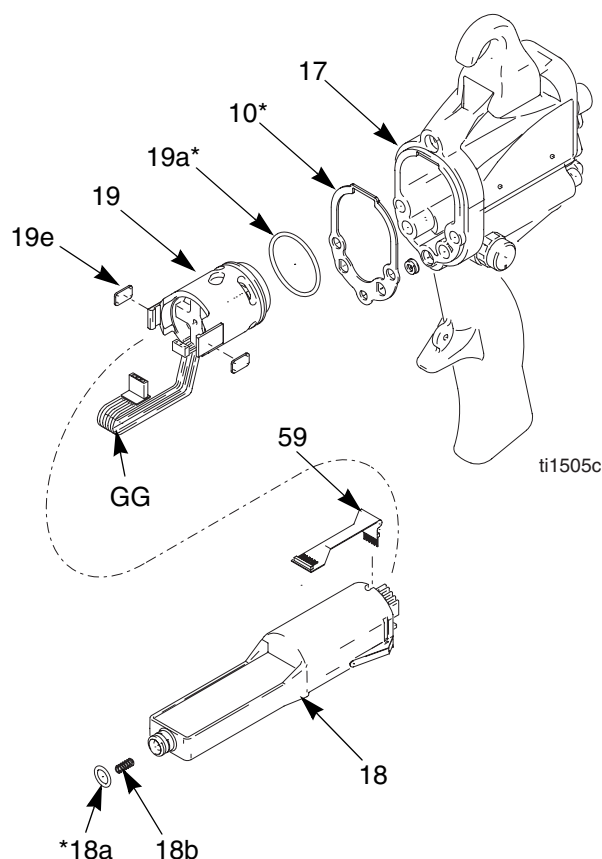

Fig. 17. Alimentation électrique
- Saisir le bloc d'alimentation électrique (18) avec la main. En le déplaçant délicatement d'un côté et de l'autre, dégager l'ensemble bloc/alternateur de la poignée du pistolet (17), puis l'extraire en le tirant tout droit. *Sur les modèles intelligents seulement*, débrancher le circuit flexible (59) de la prise située en haut de la poignée (17). Voir la Fig. 17.
- Débrancher le connecteur 3 fils (GG) du bloc d'alimentation. Faire coulisser l'alternateur vers le haut et le sortir du bloc. Examiner l'état du bloc et de l'alternateur. *Sur les modèles intelligents seulement*, débrancher le circuit flexible à 6 broches (59) du bloc d'alimentation.